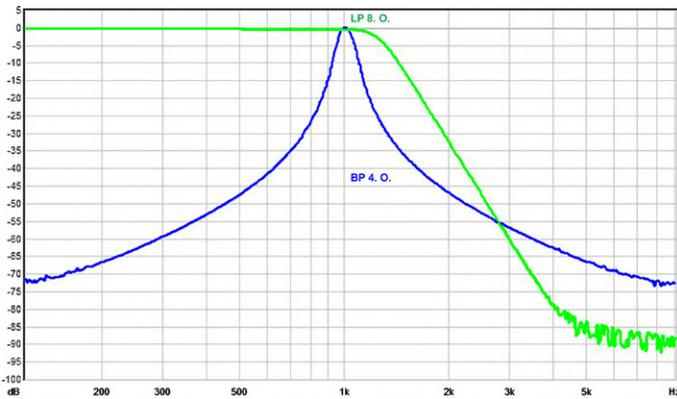

Bild 2. Die Frequenzgänge eines Butterworth-Tiefpasses 8. Ordnung (grün) und eines Bandpasses 4. Ordnung (blau) im Vergleich.
-26 dB. Noch deutlich besser ist ein Butterworth-Tiefpass 8. Ordnung oder ein Bandpass 4. Ordnung mit einer Bandbreite von 100 Hz. **Bild 2** zeigt die Frequenzgänge dieser beiden Filter im Vergleich. Da diese beiden Filter zu bevorzugen sind, wurden hierfür Platinen in derselben Größe wie das Notch-Filter von [1] entwickelt. Auch die damals verwendete Spannungsregler-Platine kann genutzt werden.